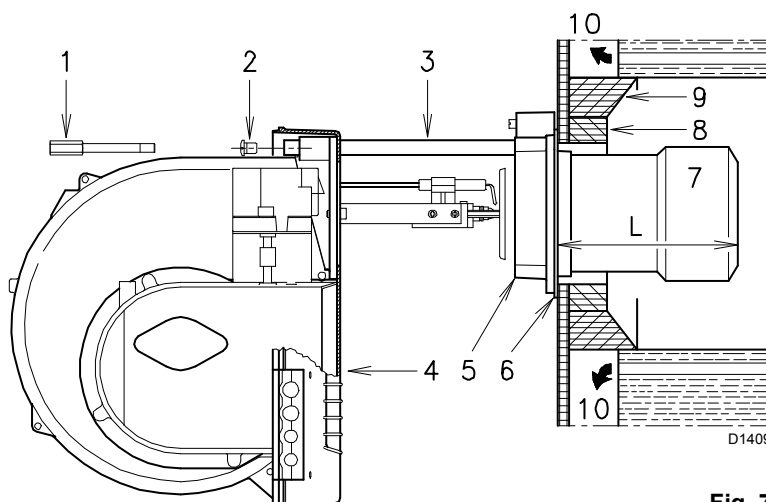

Fig. 7
LUNGHEZZA BOCCAGLIO (Fig. 7)
FISSAGGIO DEL BRUCIATORE ALLA CALDAIA (Fig. 7)
Separare la parte anteriore dalla parte posteriore come illustrato in Fig. 7.
Rimontare, infine, il bruciatore (4)(Fig. 7) sulle guide (3) e farlo scorrere fino alla flangia (5), tenendolo leggermente sollevato per evitare che il disco di stabilità fiamma entri in contrasto con il boccaglio.
BLAST TUBE LENGTH (Fig. 7)
SECURING THE BURNER TO THE BOILER (Fig. 7)
Separate the front from the rear section as shown in Fig. 7.
Finally remount the burner (4)(Fig. 7) on the slide bars (3) and slide it up to the flange (5), keeping it slightly raised to prevent the flame stability disk from pressing against the blast tube.